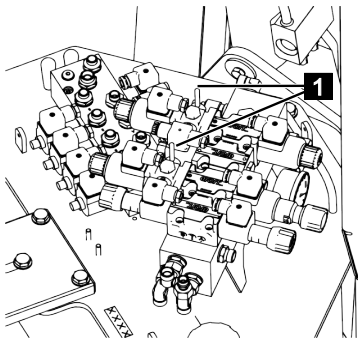

Fig. 147
8. Manipuler les vannes souhaitées sur les leviers de commande (Fig.147/1) conformément au tableau suivant.